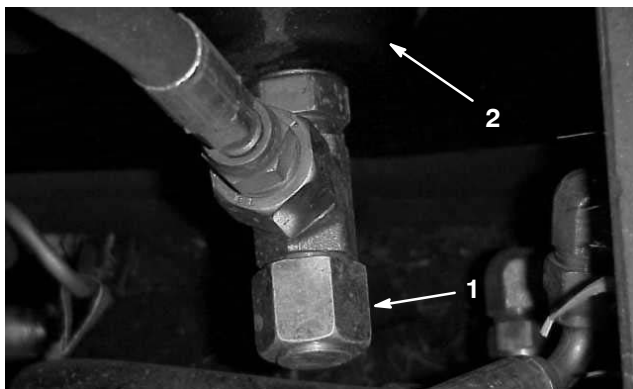

Figure 50
2. Localisez les bouchons à droite derrière la roue avant, au centre arrière et au centre avant du réservoir (Fig. 50).
1. Placez un bac de vidange sous le réservoir. Retirez un par un les 3 bouchons de vidange et laissez couler l'huile dans le bac (Fig. 50).